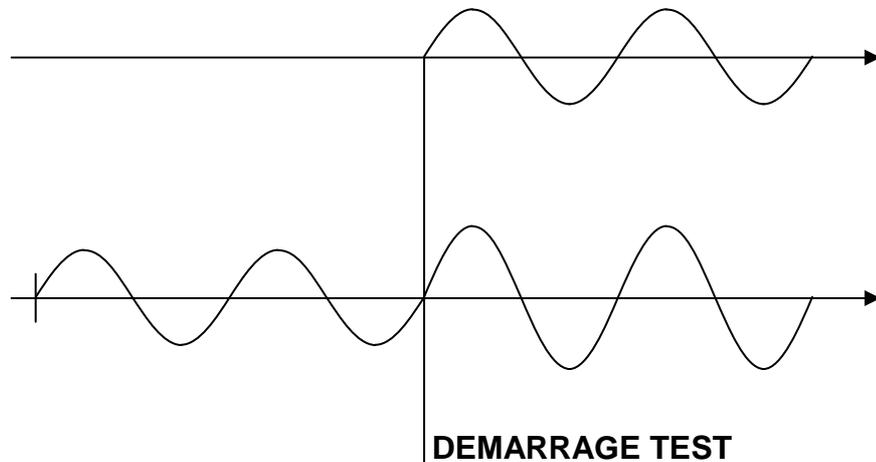

Figure 1 – Contrôle de la tension de sortie.
- Possibilité de définir et régler l'amplitude de la tension de pré défaut, indépendamment de celle de défaut. Le réglage de la tension de pré défaut s'exécute avec le bouton multifonctions, pendant que le bouton afférent règle la tension de défaut. La sélection de la tension de sortie est automatique: tension de pré défaut avant le lancement du test; tension de défaut après le START du test. Le courant ou la tension principale sont générés en correspondance avec leur passage par zéro; la tension de défaut est générée au même instant que le courant ou la tension principale, avec l'angle de déphasage programmé. La sélection de la référence est exécutée automatiquement, en fonction de la sélection sur la mesure de la sortie principale. La transition des tensions se produit sans passage par zéro (figure 1). Cette prestation permet le test de relais de tension ou de synchronisme.